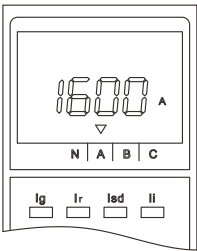

图34 A相电流显示界面
① 缺省状态：缺省状态即为测量状态，故障指示灯都灭，控制器处在无按键操作，显示最大电流。在缺省状态若按“→”，循环显示L1、L2、L3(LN)、Lg电流值。示例图见图34